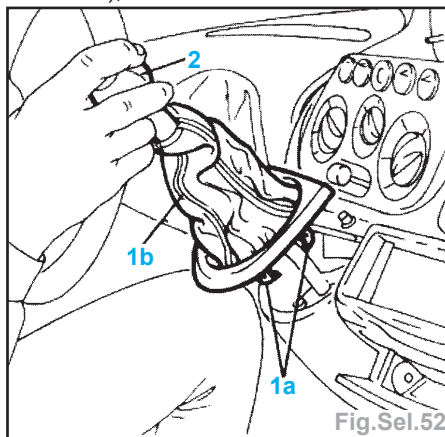

Fig.Sel.52
- la poignée du levier de vitesses (Fig. Sel.52),